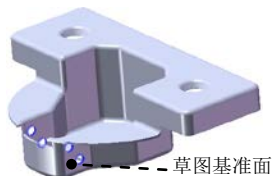

图 16.2.53 切除—拉伸 5
Step11. 创建图 16.2.53 所示的切除—拉伸 5。
(1) 选择命令。选择下拉菜单 **插入(I)** → **切除(C)** → **拉伸(E)...** 命令。
(2) 定义特征的横断面草图。
① 定义草图基准面。选取图 16.2.53 所示的表面作为草图基准面。